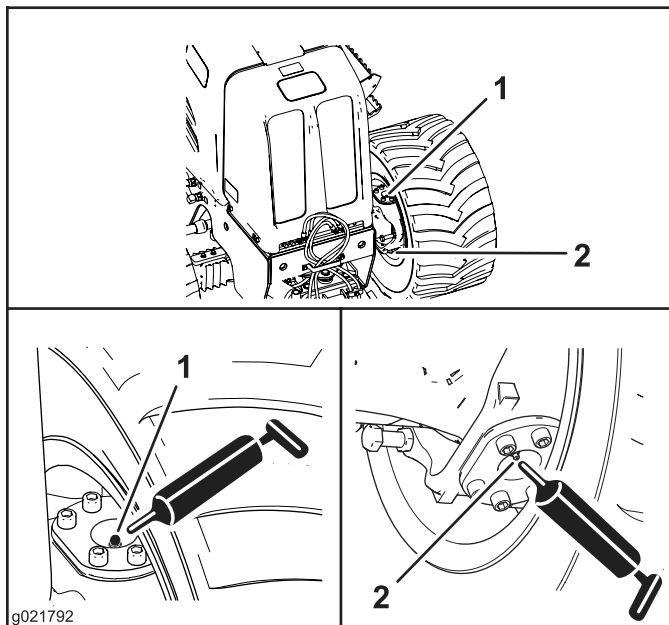
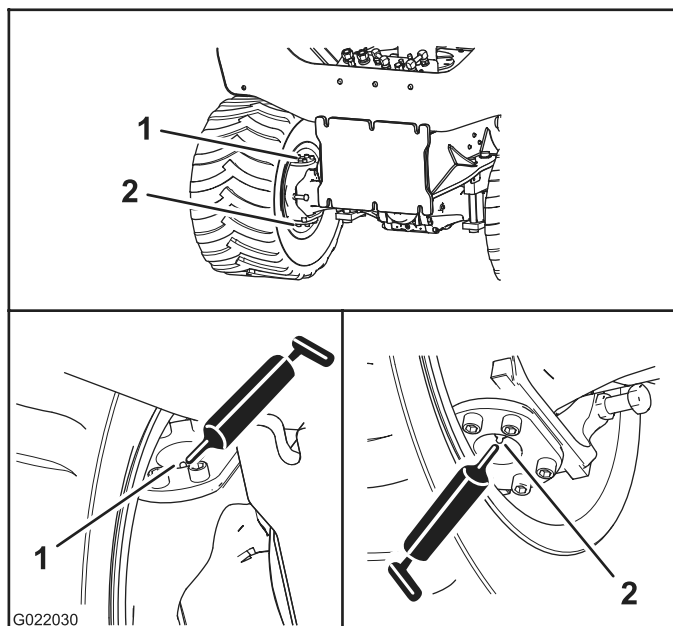

Рисунок 31
Рисунок 32
2. Подсоедините смазочный шприц к масленкам верхней и нижней осей поворота; введите консистентную смазку в каждую масленку, сделав 2-3 качания шприцом (Рисунок 31 и Рисунок 32).